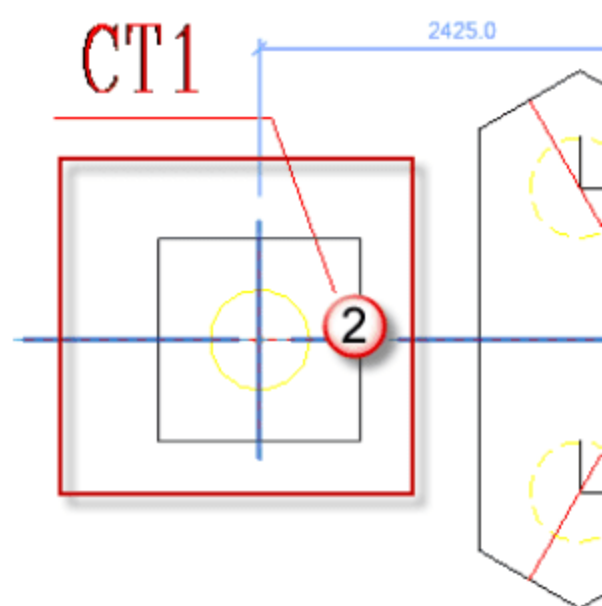

图 2.2.14 精确插入承台族
(11) 精确插入承台族 CT1。选择“结构”→“独立”命令，在“属性”面板中选择需要插入的族，精确插入到对应的 CAD 图形中，如图 2.2.14 所示。